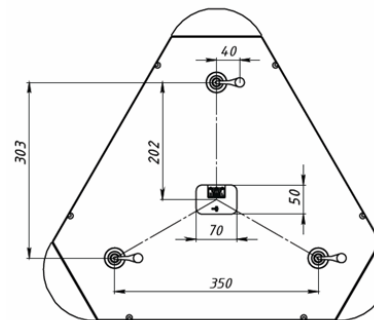

Рисунок 1
2. На потолочной поверхности, на которой устанавливается светильник разметить монтажные отверстия в соответствии со схемой, Рисунок 1: